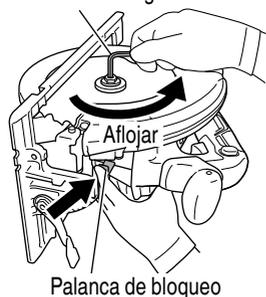

Fig. 15
- 1) Ajuste la velocidad de corte al máximo, y coloque la sierra circular como se muestra en la Fig. 15.